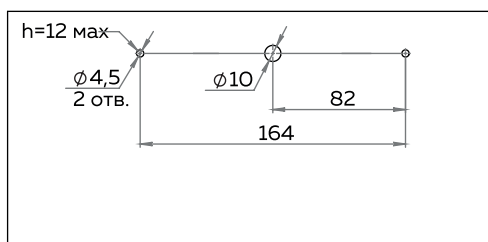

Рисунок 11
- 6 В дверном полотне подготовить отверстия для крепления ответной планки, ④ как показано на рис.11.